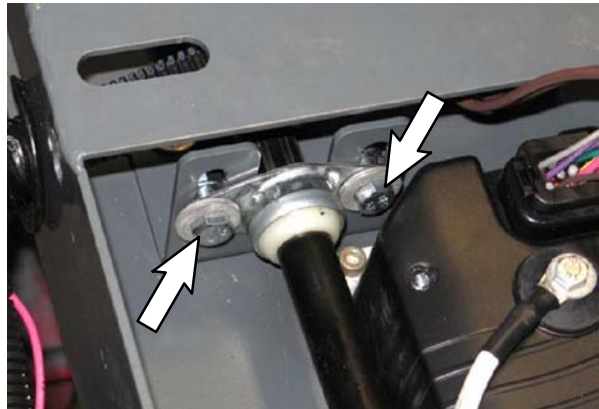

FIG. 18
17. Afloje los tornillos que sujetan el rodamiento con brida al soporte. **No** retire el rodamiento con brida del soporte. (Fig. 18)